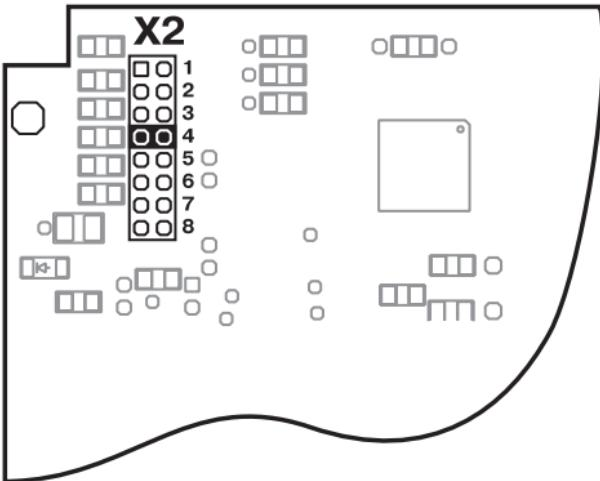

Рис. 12. Положение перемычки на плате индикации в режиме измерения напряжения на входах
6.1.2.1. Перевести прибор в режим измерения напряжения на входах. Для этого при выключенном питании вскрыть прибор и установить перемычку на плате индикации в положение 4 (рис. 12). Установить перемычки "Bx1", "Bx2", "Bx3" на плате блока питания в положение, соответствующее используемым датчикам и закрыть корпус прибора.